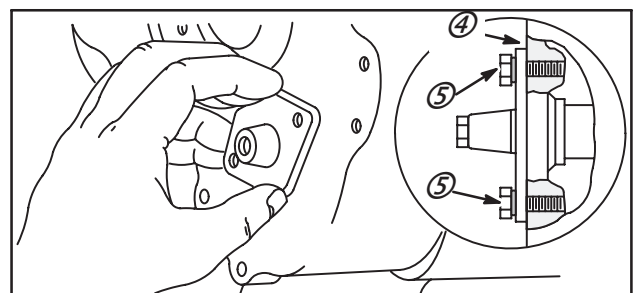

Fig. 6
4. Enlever les vis du palier d'arbre à cames, Fig. 6 et tout en maintenant l'arbre à cames, ôter le palier et l'arbre à cames.
3. Enlever les vis (5) du palier d'arbre à cames, Fig. 6. Tout en maintenant l'arbre à cames, ôter le palier et l'arbre à cames.